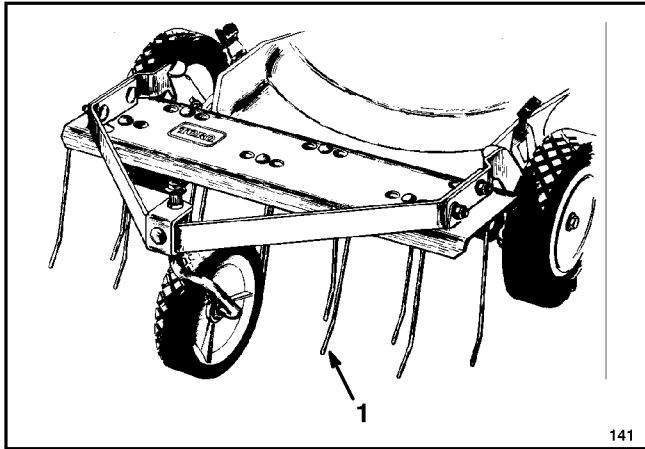

Abbildung 31
1. **Zinkenvorsatz-Kit, Modell Nr. 59131**—In Minuten montierbar. Vorne befestigt zwecks einfacher Manövrierbarkeit. Zinken lockern Materialanhäufungen. Für einfaches Absaugen in den Grasfangsack (Abb. 31) und praktische Entleerung.